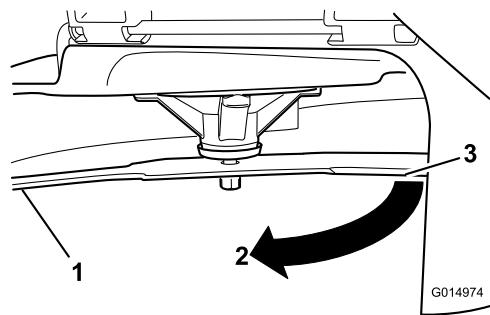

Figura 76
- 3. Distancia medida entre la cuchilla y la superficie (A)
- 4. Gire la misma cuchilla 180 grados de manera que el otro extremo esté en la misma posición (Figura 76).